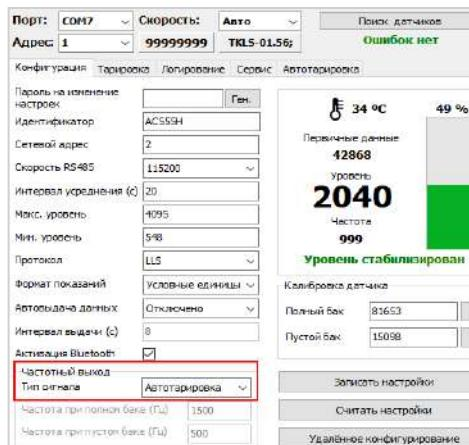

Рис.18. Настройка режима частотного выхода
- на вкладке «Конфигурация» установить режим частотного выхода «Автотарировка» (Рис.18) и нажать «Запись настройки»;